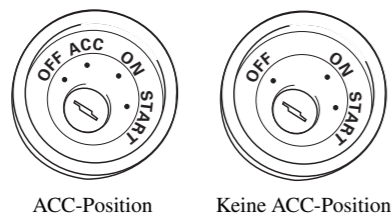

Abb. 1
- Wenn dieses Gerät in einem Auto eingebaut wird, das auf dem Zündschalter keine ACC (Zubehör)-Position hat, sollte die rote Leitung des Geräts an eine Klemme angeschlossen werden, die mit der ON/OFF-Operation des Zündschalters gekoppelt ist. Andernfalls kann die Autobatterie entleert werden, wenn Sie mehrere Stunden von dem Fahrzeug weg sind. (Abb. 1)